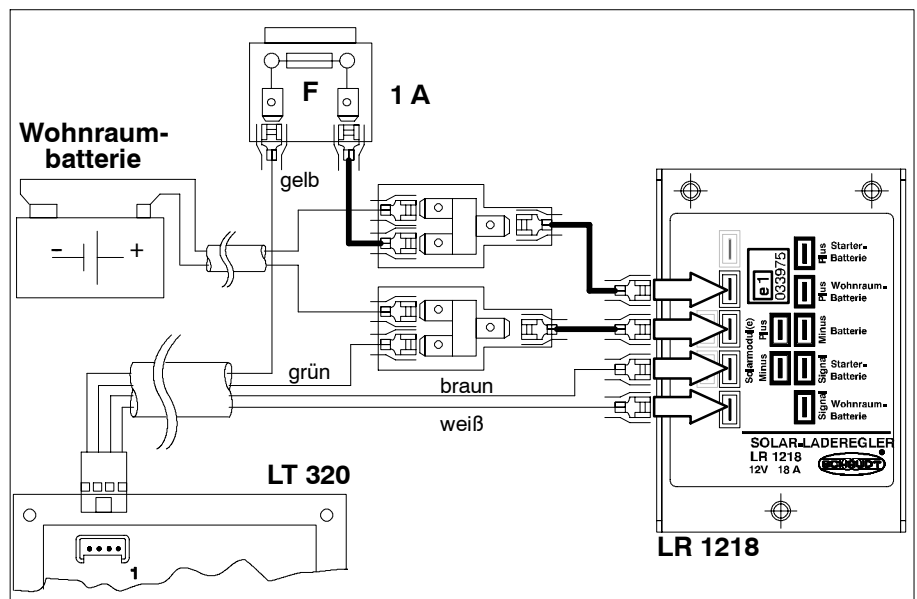

Bild 3 Schaltbild Anschluss LT 320 an LR 1218
- 4-poligen Lumberg-Stecker des entsprechenden Anschlusskabels am Bedien- und Kontrollpanel LT 320 einstecken (s. Abb. 3).
- Den Anschluss am Solarregler LR 1218 gemäß Abb. 3 erstellen.